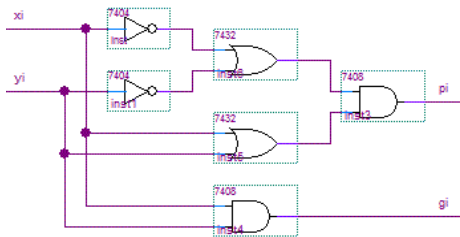
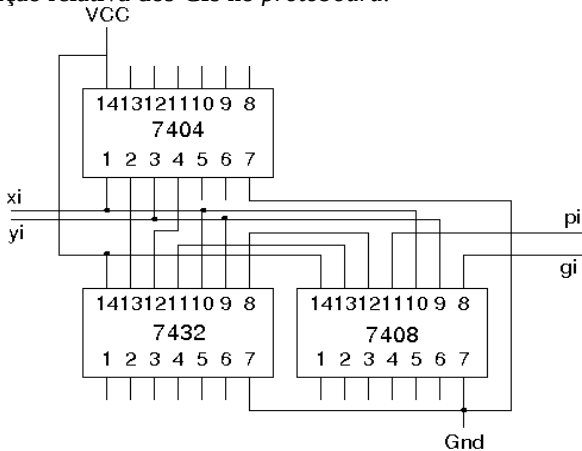

Figura 1 Esquema elÉtrico-lógico.
Figura 2 Lay-out.
Figura 1 mostra o esquema elÉtrico-lógico de uma implementação destas funções com uso de portas lógicas
- Identifique no “TTL Data Book” os componentes necessários para implementação do circuito da Figura 1. Solicite os componentes no almoxarifado e monte o circuito no protoboard, conforme o lay-out da Figura 2. Utilize uma placa de interfaces para testar o seu circuito
- Anote em uma tabela todas as possíveis combinações de níveis lógicos, **em valores de tensão**, nas entradas x_i e y_i e os respectivos valores, **em nível de tensão**, nas saídas p_i e g_i . Mostre através de uma tabela-verdade que o circuito da Figura 1 implementa a expressão lógica dada. Verifique a compatibilidade dos valores medidos com os valores V_{OL} , V_{IL} , V_{IH} e V_{OH} da família TTL.
Crie um diretório para a experiência 1, no subdiretório de seu grupo, no microcomputador da bancada correspondente ao seu grupo. No ambiente MAX+PLUSII do Quartus II crie um projeto para o circuito da Figura 1 e do somador completo (File>New Project Wizard ...). Para cada circuito, faça a captura do esquemático (Graphic Editor), compile-o (Compiler), edite formas de onda (Waveform Editor) e realize a simulação (Simulator) para todas as possíveis combinações de entrada (configurar o ambiente de simulação para Família Cyclone II; componente: EP2C20F484C7, através de Assignments>Device ...).